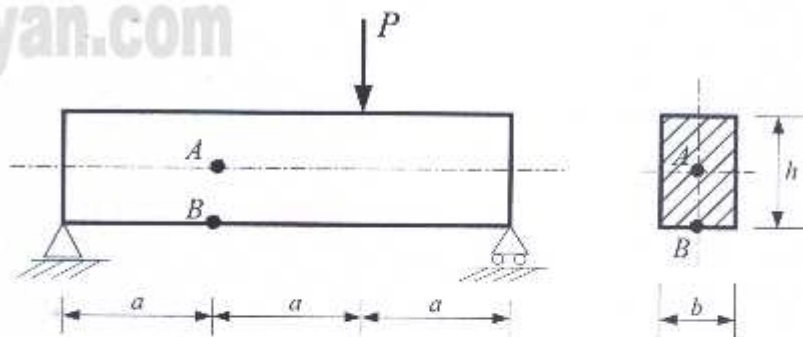

图 2-3
- 7 简支梁承受集中载荷如图 2-3 所示，不计梁的自重，则在梁内  $A$  点处的最大正应力等于 \_\_\_\_\_； $B$  点处的最大剪应力 \_\_\_\_\_。